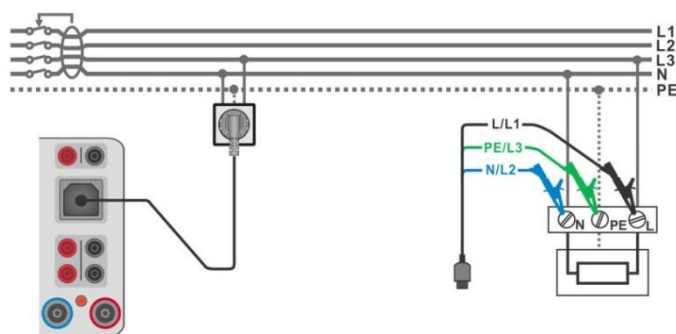

Abbildung 6.121: Anschluss des Commander-Prüfsteckers oder des 3-Leiter Prüfadapters
- Abbildung 6.121
- Schließen Sie den 3-Leiter Prüfadapter oder den Commander-Prüfstecker an den Prüfling an, siehe **Abbildung 6.121**.